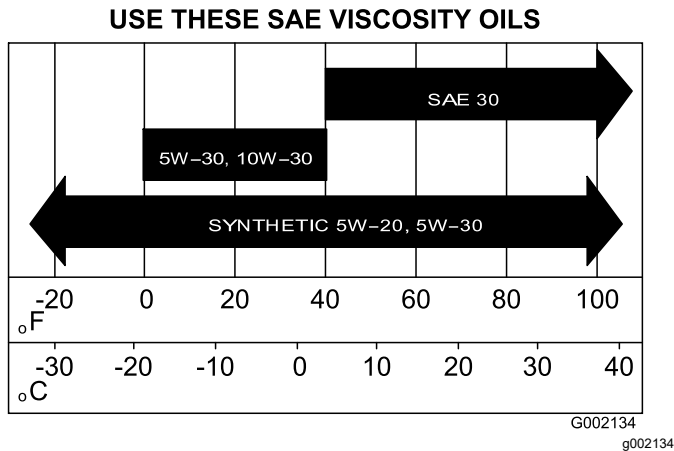

Bild 31
5. Füllen Sie das Kurbelgehäuse mit dem Öl der angegebenen Sorte (Bild 31).